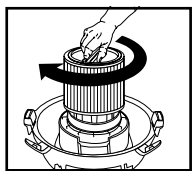

FIGURE 16
22. Maintenez le couvercle du réservoir d'une main, tournez la poignée du porte-filtre dans le sens horaire pour la serrer, en verrouillant ainsi le filtre en place. **FIGURE 16.**